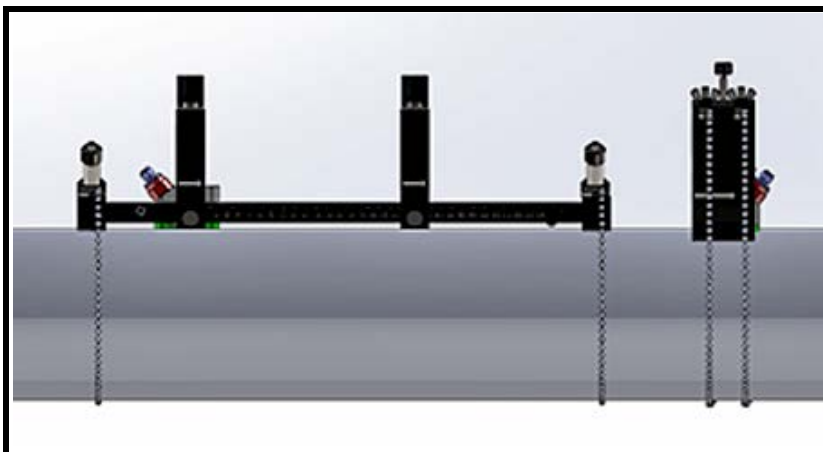

Figura 42: Instalación finalizada (vista superior)
9. Apriete la rosca del yugo hasta que el transductor esté firmemente en contacto con la tubería. La instalación con avance impar terminada debería tener el aspecto de Figura 42 más abajo.